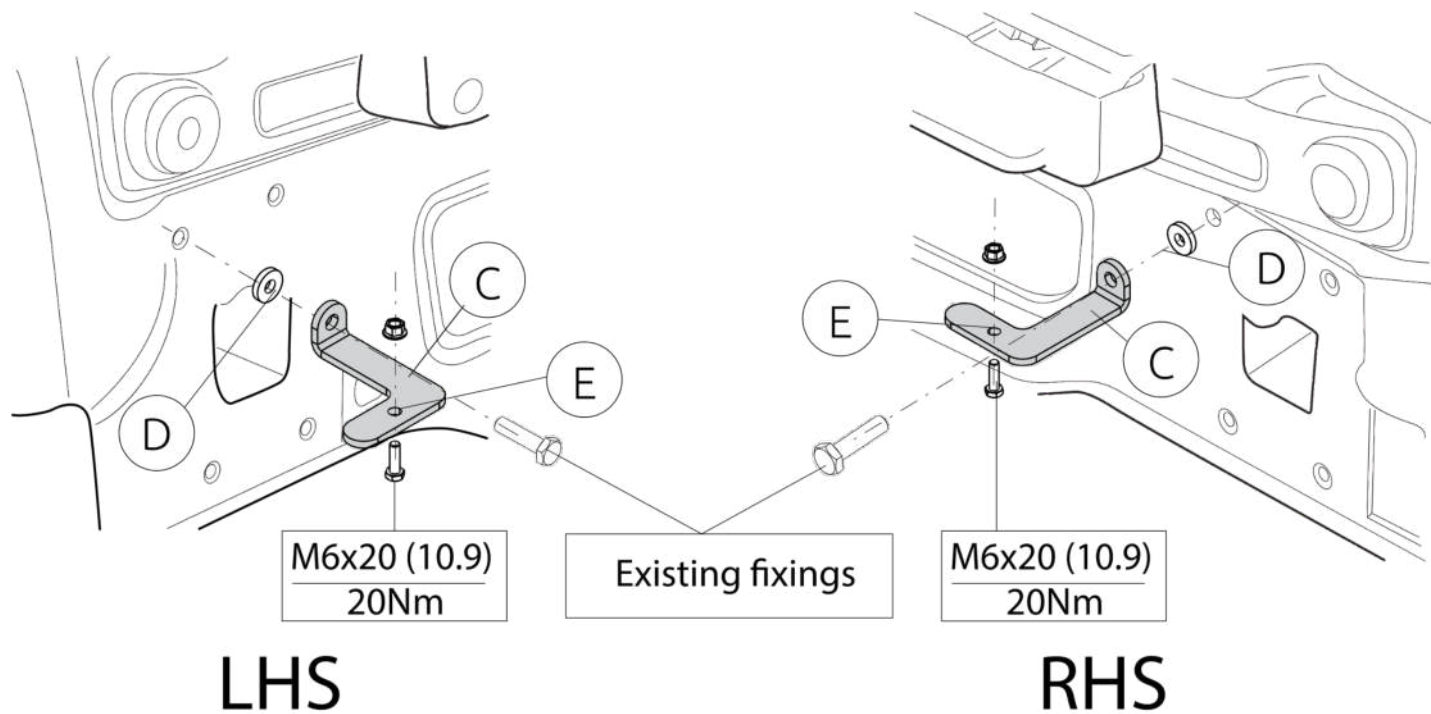

Fig. 2
4. Внимание! Если имеется/имеются: Поставить кронштейны C и прикрепить их в точках D. Закрепите антенны на опорах C в точках E. См. рисунок 2.